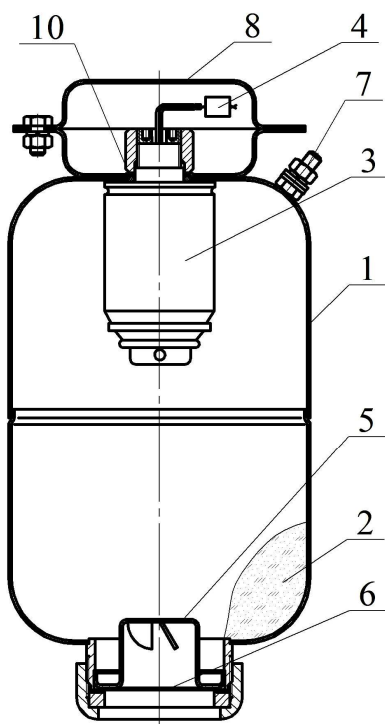
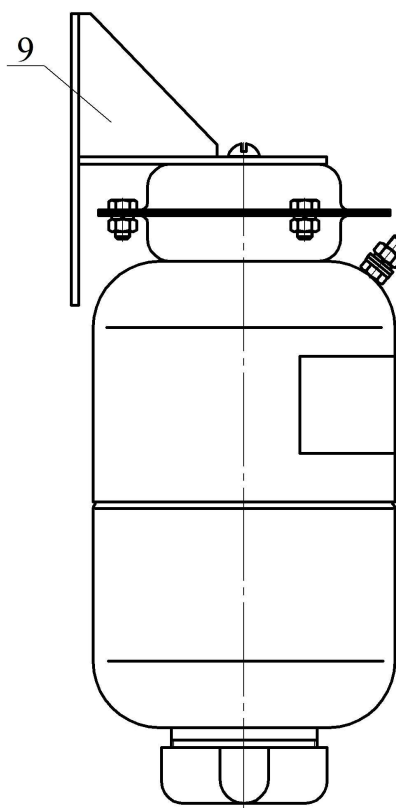

Рисунок 1
Рисунок 2
4.1.1 МПП (см. рисунки 1 и 2) состоит из корпуса **1**, в котором размещаются огнетушащий порошок (ОП) **2** и источник холодного газа (ИХГ) **3** с элементом электропусковым **4**. В нижней части корпуса находится насадок-распылитель **5**, выходное отверстие которого перекрыто мембраной **6**. Модуль имеет заземляющий зажим **7**. В верхней части МПП снабжен кронштейном **8** для крепления к потолочному перекрытию (рисунок 1) или кронштейном **9** для крепления на стене (рисунок 2).
6.2 Закрепить кронштейн **8** (см. рисунок 1) на потолке или кронштейн **9** (см. рисунок 2) на стене. Для крепления кронштейна потолочного крепления в центральной его части выполнено отверстие $\varnothing 10$ мм. Координаты отверстий в кронштейне, предназначенном для крепления МПП на стене приведены на рисунке 3.
7.3 Комплект поставки для перезарядки МПП (см. рисунок 1):